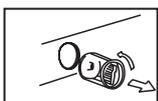

fig.9
2. Tournez le filtre en sens inverse des aiguilles de la montre et faites sortir le filtre (comme Figure 9)